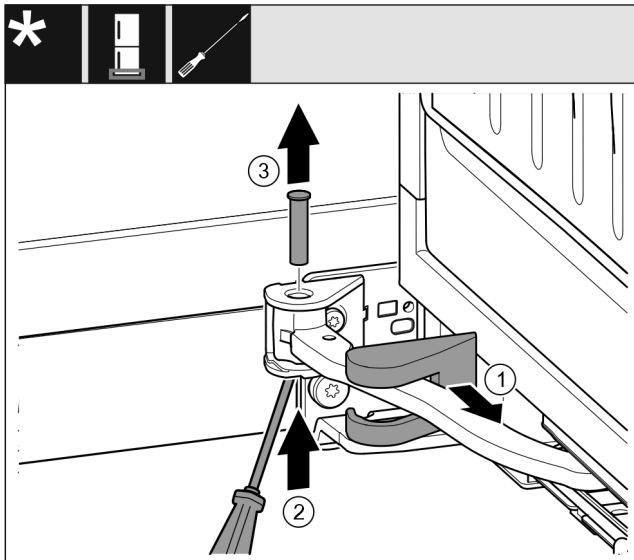

Fig. 19
- ▶ Lagerbockabdeckung Fig. 19 (1) abziehen und entlang des Gelenks verschieben.
- ▶ Bolzen Fig. 19 (2) mit Schraubendreher von unten anheben.
- ▶ Bolzen Fig. 19 (3) von oben herausziehen.